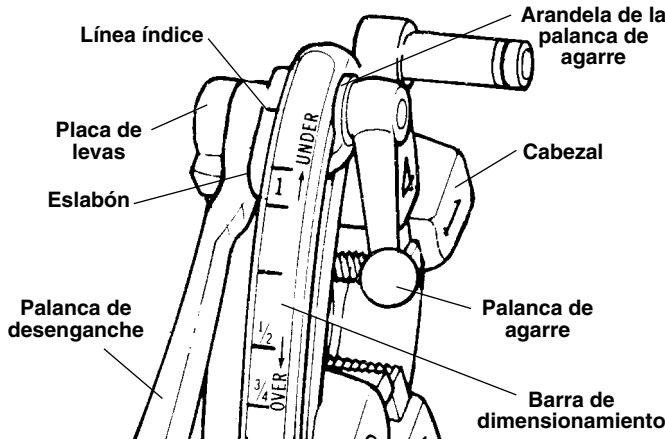

Figura 8 - Cabezal de Terrajas de Apertura Rápida No. 610
El cabezal de terrajas de apertura rápida No. 610 (*Figura 8*) necesita un juego de terrajas para roscas de $\frac{1}{2}$ y $\frac{3}{4}$ pulgada y otro diferente para roscas de 1 pulgada. Hay terrajas disponibles para roscas tipo NPT y BSPT.
4. Si la rosca es demasiado grande –sobredimensionada- (el calibrador anular no se enrosca lo suficiente), ajuste la barra de dimensionamiento del cabezal de terrajas levemente hacia la marca UNDER (vea la Figura 8). Si la rosca es demasiado pequeña –subdimensionada- (el calibrador anular se enrosca en la rosca más allá de lo debido), ajuste la barra de dimensionamiento del cabezal de terrajas levemente hacia la marca OVER (vea la Figura 8).